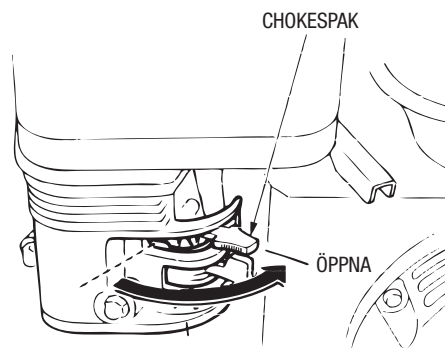

Bild 11. Motorns chokespak
4. Lägg **chokespaken** (bild 11) i läget "OPEN" om du startar en **varm motor** eller om **temperaturen är hög**.
7. Om motorn har startat, dra sakt tillbaka chokespaken (bild 11) till läge **OPEN**. Om motorn inte har startat, upprepa steg 1 till 6.